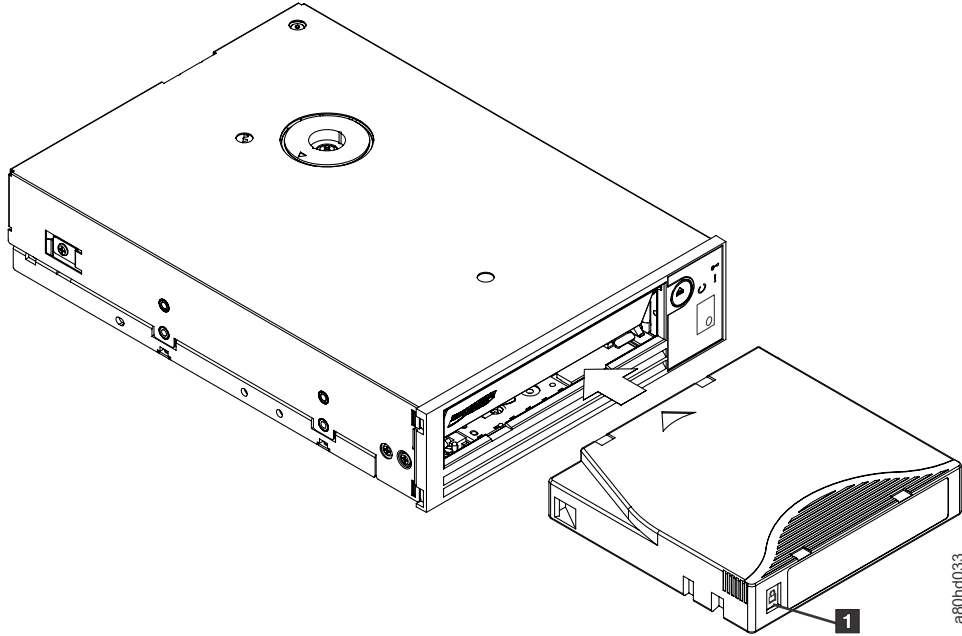

図 3-5. ロード
4. テープ・ロード格納機構にカートリッジをスライドさせて入れます (3-4 ページの図 3-5 を参照してください)。テープ ドライブはカートリッジを自動的にロードします。